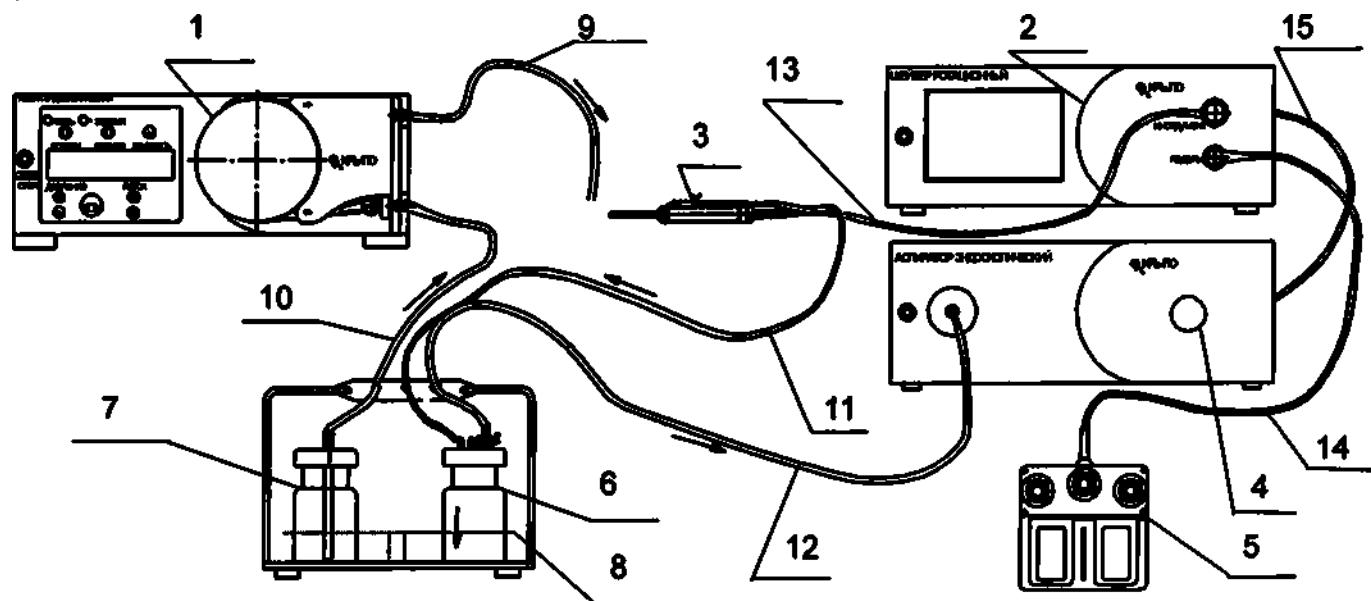

Рис.7
5.4 Подсоедините кабели и трубопроводы набора в соответствии со схемой, приведенной на рис.7.